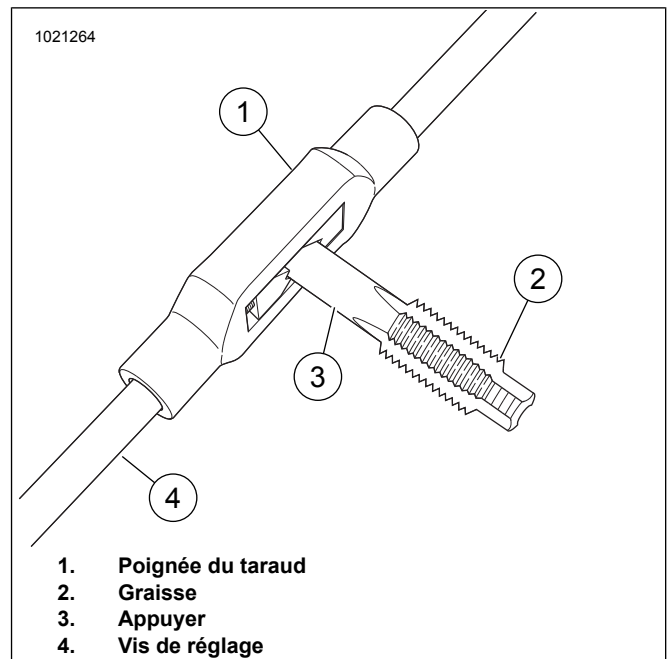
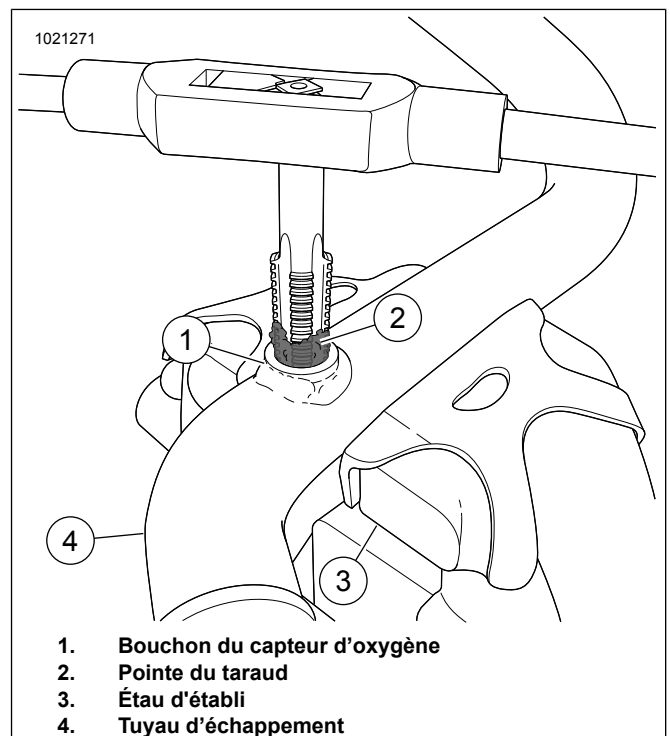

Figure 3. Ensemble de support de taraud
Figure 4. Taraudage du tuyau d'échappement
- Figure 3 Installez le taraud sur le porte-taraud:
- Insérer le taraud (3) dans le porte-taraud (1).
- b. Sécurisez le taraud avec la vis (4) du porte-taraud. Assurez-vous que le taraud est orienté de sorte que la vis s'engage dans la partie plate du taraud.
- c. Mettez de la graisse (2) sur le bout du taraud.
2. Figure 4 Positionner et serrer le tuyau d'échappement (4) dans l'étau d'établi (3).